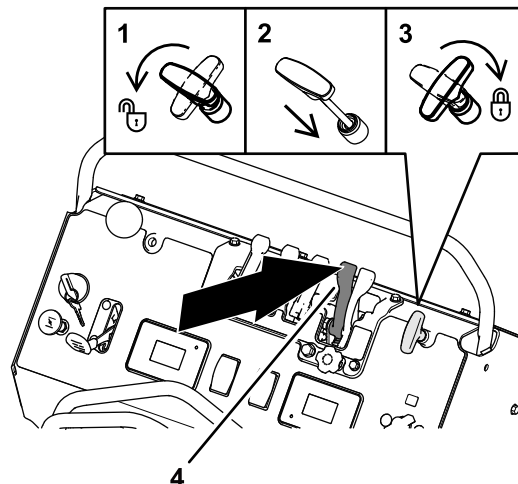

図 98
3. ヘビー撒布用粒剤ゲートレバーを前方一杯まで押してゲートを閉じる 図 98。
4. 撒布パターン制御ハンドルを左に回して押し込んで、右に回す3 図 98を参照。